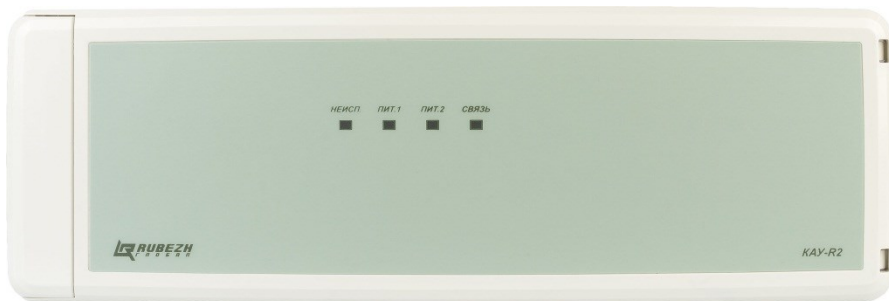

Рисунок 5 – Внешний вид КАУ-1
- КАУ-1 – в пластмассовом корпусе (Рисунок 5)